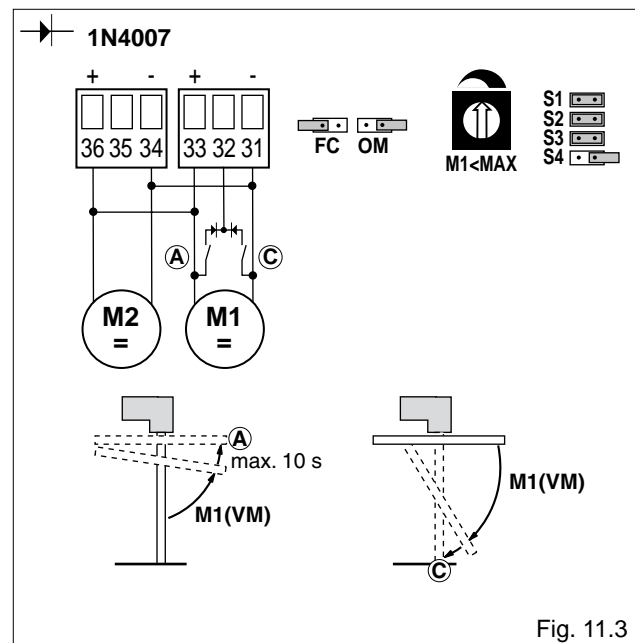

Fig. 11.3
- (Fig. 11.3) **Utilisation avec fin de course d'arrêt**